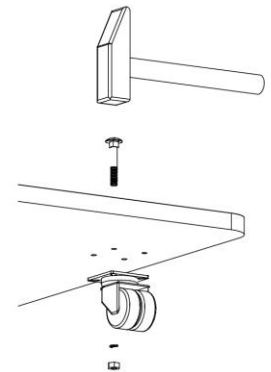

Abb. 1: Montage der Doppellenkrollen
Befestigen Sie als erstes die 4 Doppellenkrollen ③ an der Bodenplatte ① (Abb. 1).